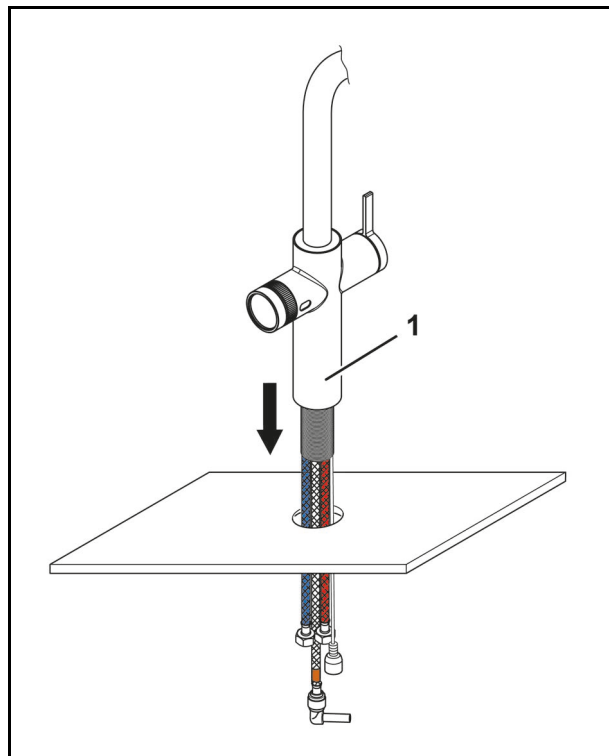

Abb. 10
1. Führen Sie die Leitungen der Armatur (Abb. 10/1) durch die Öffnung nach unten in den Unterbau.
2. Setzen Sie die Armatur (Abb. 10/1) auf den vorbereiteten Unterbau.